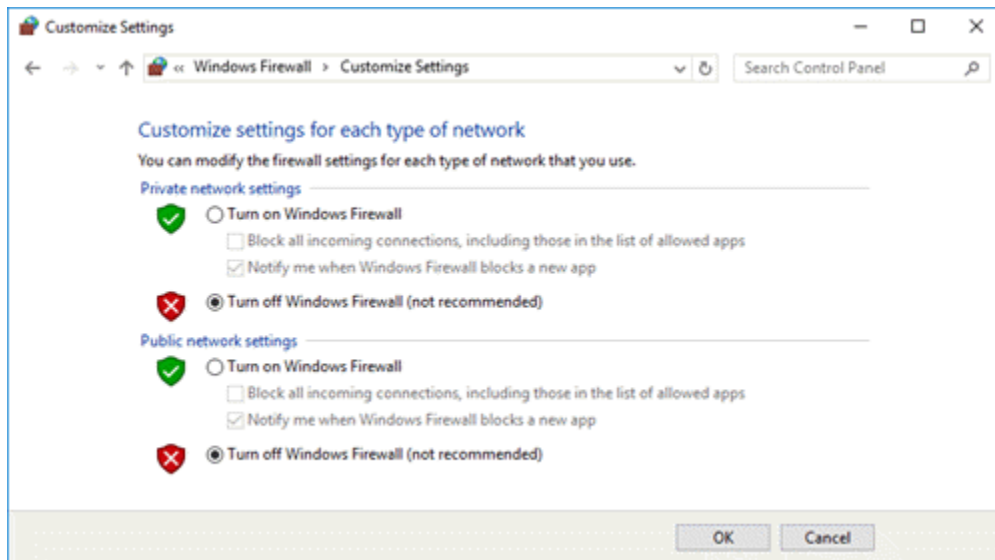

Abbildung 126: Windows Firewall deaktiviert
4. Klicken Sie in den gewünschten Bereichen **Turn off Windows Firewall** (Abbildung 126).